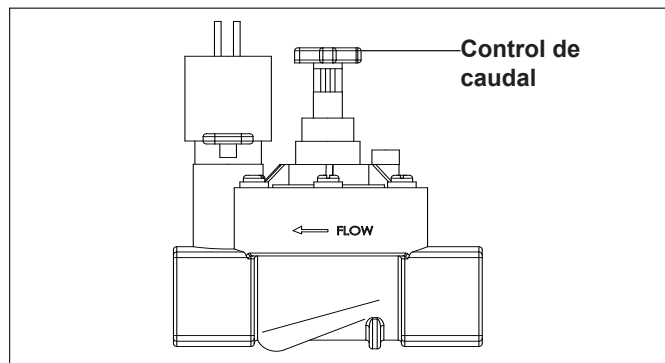

Figura 10. Controlador de caudal de la válvula
3. Gire la perilla de control de flujo (+) en la parte superior de la válvula (vea la Figura 10) para establecer el caudal de acuerdo con sus especificaciones.